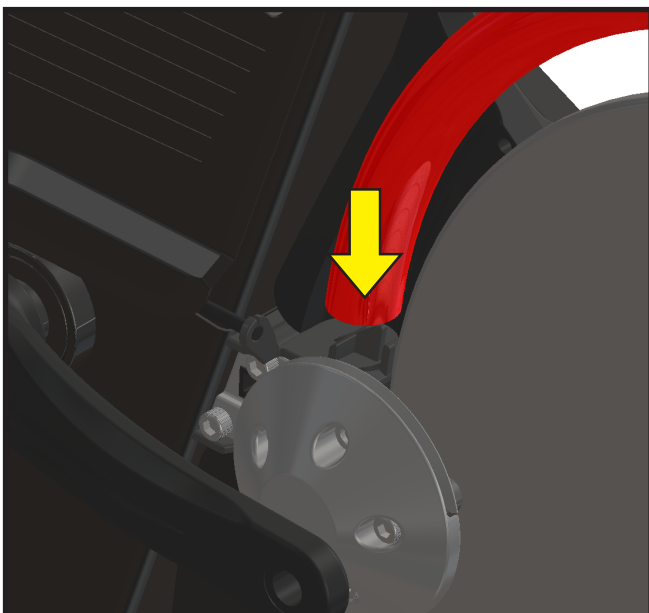

Abbildung 6: Positionierung des Schwungrad-Schutzbügels
2. Platzieren Sie das offene Ende des Schwungrad-Schutzbügels über den Montagebolzen am Rahmen (siehe Abbildung 6).